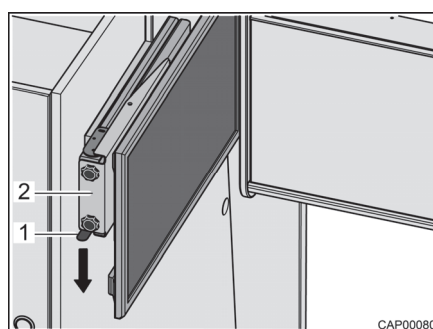

Fig. 29 Extension avec écran plat
- Presser le ressort à cran d'arrêt (Fig. 29,1) vers le bas et extraire l'extension (Fig. 29,2) avec l'écran plat à l'horizontale en direction du centre du véhicule.
- Pousser l'extension (Fig. 29,2) avec l'écran plat à l'horizontale jusqu'en butée. Le ressort à cran d'arrêt (Fig. 29,1) s'enclenche de manière audible.